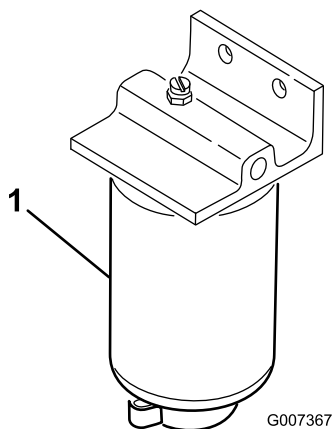

Bild 49
Entfernen Sie täglich Wasser und andere Fremdstoffe aus dem Wasserabscheider (Bild 49).
2. Lösen Sie die Ablassschraube an der Unterseite der Filterglocke (Bild 49).